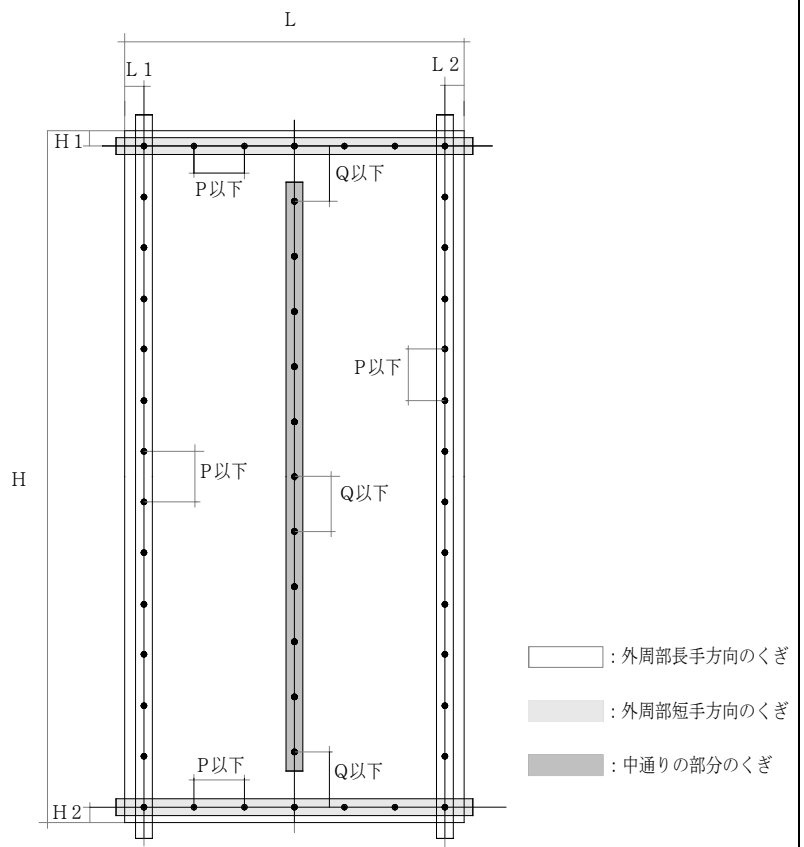

図5 タイガーEX プログレくぎ留め付け本数概略
- ・面材の外周部及び中通りの部分における、くぎ本数の算出方法について（図5参照）
- ・タイガーEX プログレは、原則1枚張りとし、縦継ぎ張りについては、P24「⑧縦継ぎ張りについて」をご確認ください。
- ・図5は2Pの施工例となっておりますが、1Pの場合も耐力壁とできます。